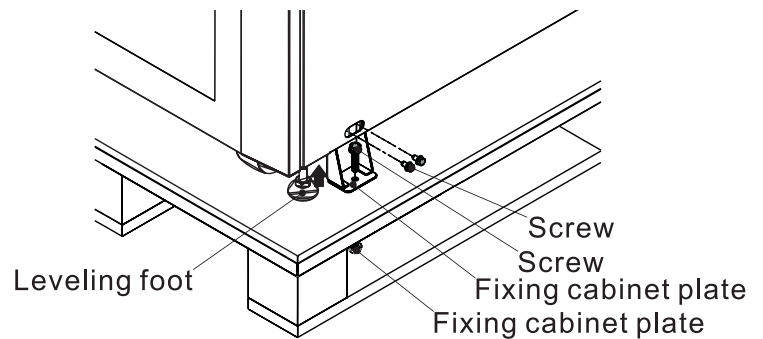

Figura 4.4
3. Retire las cuatro placas de fijación (Figura 4.4) y afloje las patas niveladoras girándolas en sentido opuesto al de las manecillas del reloj, levantándolas por encima del nivel de las ruedas. El gabinete del UPS ahora puede rodarse fuera de la tarima y bajar la rampa. Al menos tres personas deben estar presentes para mover el UPS al área de instalación, dos para cada lado del UPS y un tercero para guiar el UPS a su ubicación final.